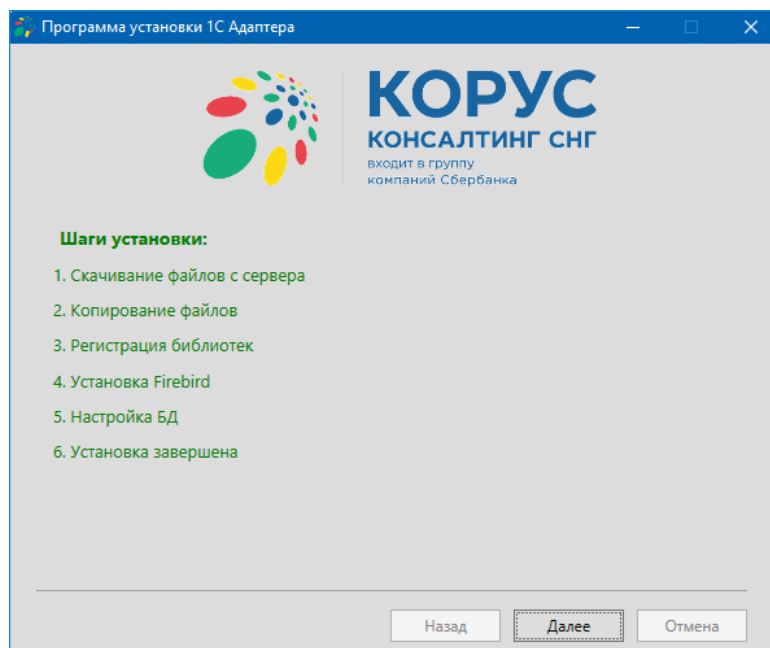

Рисунок 12 – Шаги установки адаптера
- будет установлен Firebird и произведена настройка базы данных (рис. 12). После завершения установки адаптера и настройки службы автоматического обмена документами необходимо нажать кнопку «Далее».